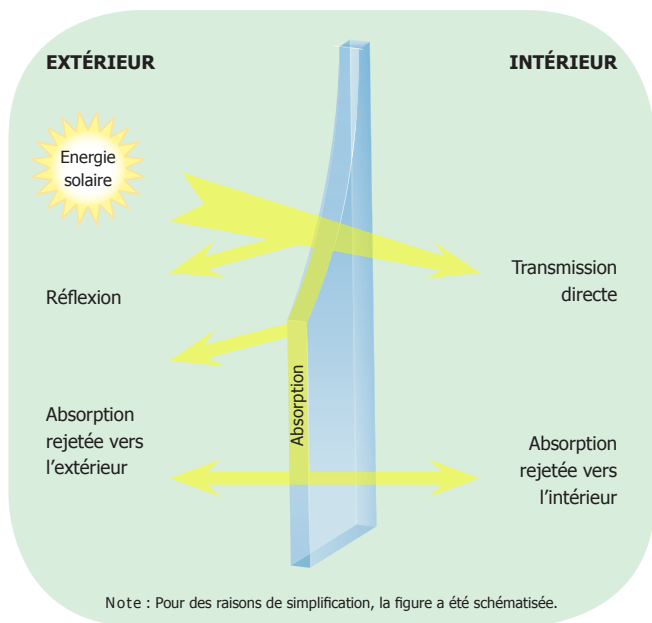

Figure 1
La transmission de la lumière (TL) définit l'éclairage naturel intérieur et la réflexion de la lumière (RL), l'esthétique extérieure de la façade, avec des effets de miroir plus ou moins marqués, ces différents éléments sont indiqués sur la Figure 1.